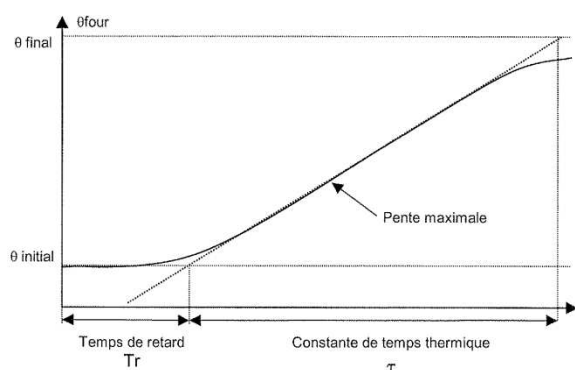

FIGURE 2.3 – Temps de retard et constante du temps
- [☞] Calculer le temps de retard  $T_r$  et la constante de temps thermique  $\tau_r$  pour les trois capteurs qui sont définis sur la figure 2.3.